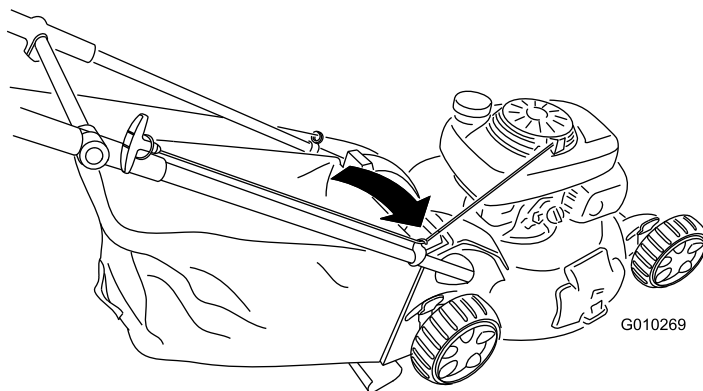

図 30
1. スターターロープを下側ロープガイドに通す **図 30**。